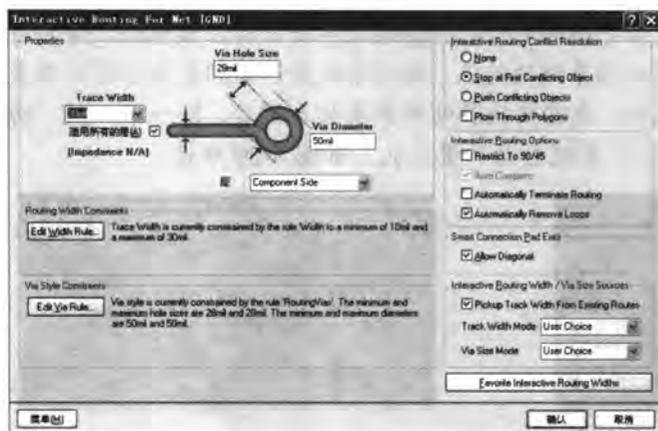

图 8-52 【Interactive Routing For Net】对话框
1) 使用【Interactive Routing For Net】对话框 在铜膜导线的放置状态下按 **[Tab]** 键，打开如图 8-52 所示的【Interactive Routing For Net】对话框。